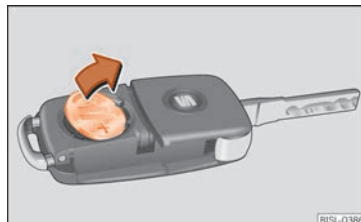

Fig. 88 Llave del vehículo: retirar la pila.
- Extraiga la pila del compartimento con un objeto fino adecuado »» fig. 88.
- Coloque la pila nueva tal como se muestra »» fig. 88 y presiónela en el compartimento para la pila en sentido contrario a la flecha »» ❷.